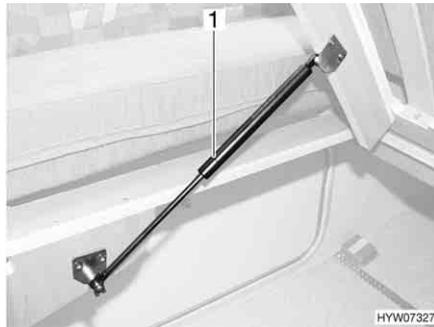

Fig. 118 Cama fija
- Levantar el somier. Los resortes por presión de gas (Fig. 118,1) retienen el somier en la posición abierta.